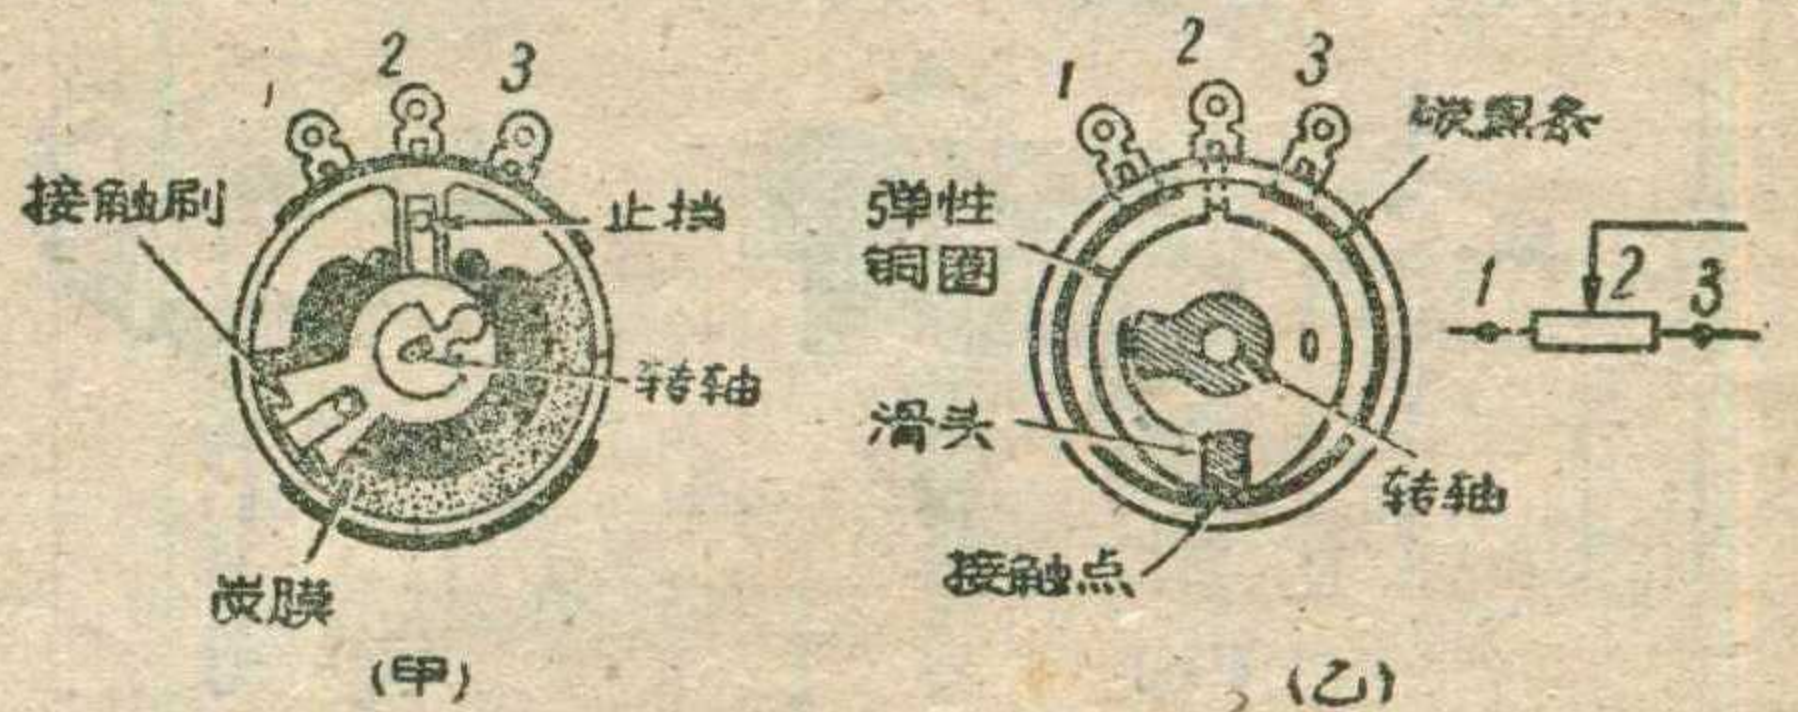

图 5
垂直幅度旋钮 这个旋钮是用来调整图像的高度，如果图像太扁（图5）或太长时，可调节此钮，使图像上下边缘和显像管幕面的边缘相吻合。
5. 电位器 电位器在收音机中常用来控制音量大小和音调高低等。电位器本身是一个高阻值马蹄铁形的电阻，在它的上面有一个可变接触点，随旋转轴的转动而改接它与电阻接触的位置(图 5, 甲)。老式电位器里的电阻体是在厚纸条上涂复胶性碳黑而构成的碳黑纸条，纸条两端被引到电位器壳外的两个接线柱 1 和 3 上，见图 5, 乙。为了避免长期摩擦而使碳黑条受损，一般都用间接接触式，在碳黑条与活动滑头间垫有一个薄的弹性铜圈，它经过导体引出到壳外的接线柱 2 上。活动滑头压住铜圈，使铜圈在被压住的一点与碳黑条接触。当转动电位器时，使滑头位置改变，铜圈与碳黑条的接触点也随之改变，因而改变中点(2)与两边接点(1、3)之间的电阻值。
继电器 R_{r2} 可以用市售110伏交流继电器(也可以用交流220伏的，但此时 R_{r2} 要从接头7改接到变压器的8上)。这种继电器有两组接点，所以在完成控制作用的同时还能发出警报。继电器 R_{r1} 需要自制。作法参考图5。继电器的支架可用胶木板或塑料板。线圈架可用废旧的塑料板，用万能胶粘好。铁心可用普通的软铁片或罐头盒剪成五、六片，叠在一起弯成U形，焊成一整块。弹簧不要用弹力太大的，最好用小提琴的E弦，或类似的钢丝绕制。继电器的线圈，可